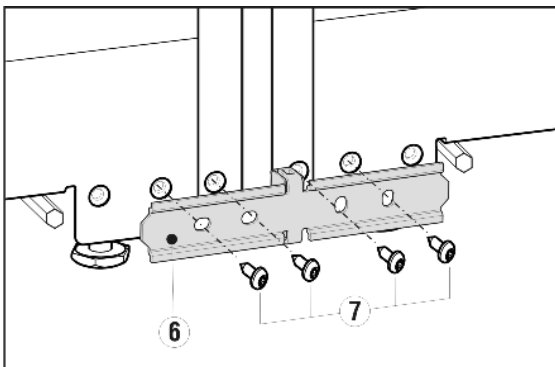

Fig. 4
- ▶ Сведите устройства вместе или повторно выровняйте их и при помощи винтов Fig. 4 (7) из комплекта прочно прикрутите крепежный уголок Fig. 10 (6).